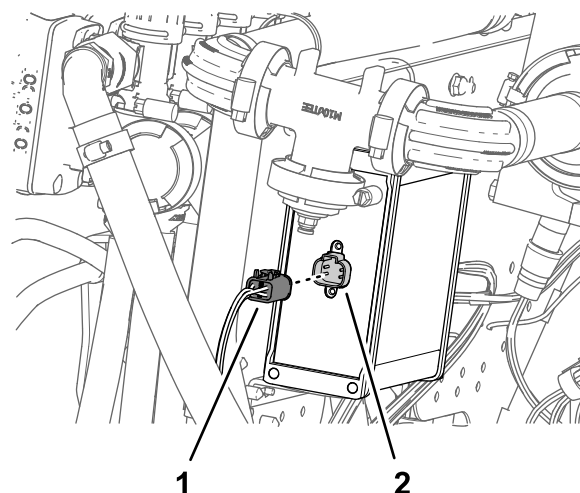

図 133
4. TO ASC 10というラベルの付いた 4 ソケットコネクタを、ASC10 散布コントローラの 4 ピンコネクタに接続する 図 133。